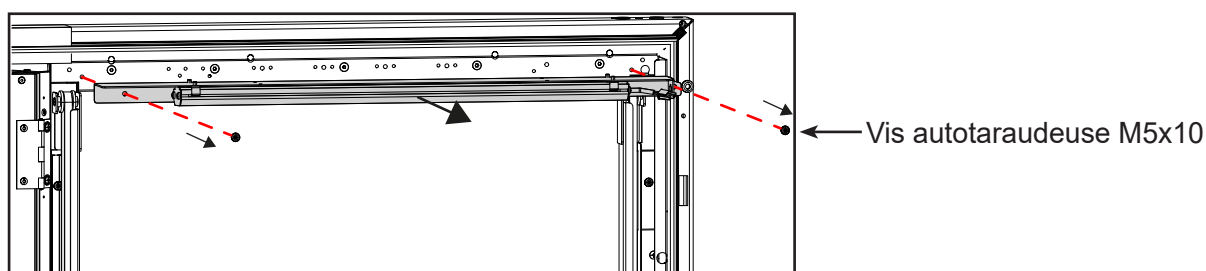

Fig. 10
3. Retirer l'éclairage LED (fig. 10).